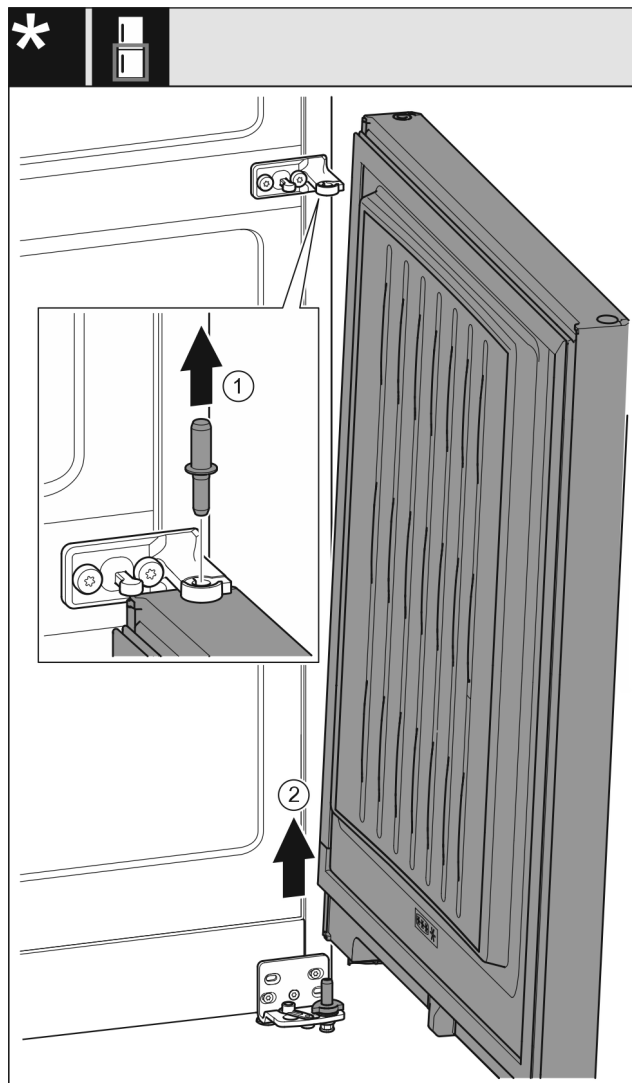

Fig. 11
- ▶ Sornike izvlcite v smeri navzgor. Fig. 11 (1)
- ▶ Vrata obrnite navzven, jih povlecite navzgor in postavite na stran. Fig. 11 (2)